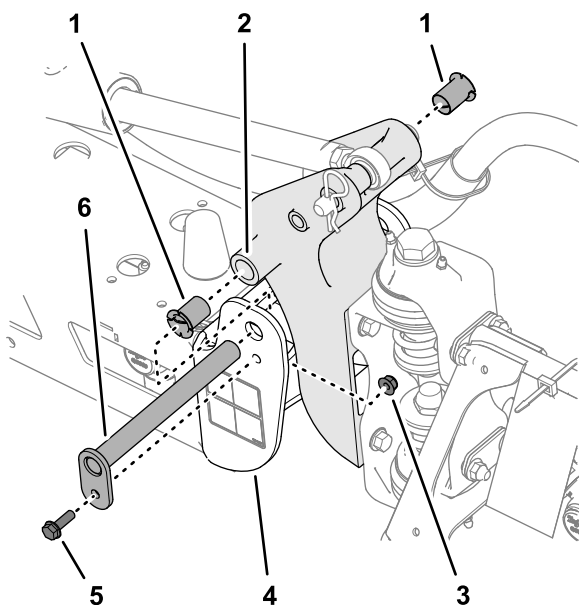

Figura 108
3. Togliete il bullone e il dado che fissano il perno di articolazione, quindi togliete il perno (Figura 108).
5. Togliete le boccole di nylon dal lato frontale e posteriore della staffa orientabile e controllatele (Figura 108).
6. Lubrificate le boccole di nylon con una piccola quantità di olio e montatele sulla staffa orientabile (Figura 108).
7. Allineate i fori nella staffa orientabile con i fori nel canale terminale (Figura 108).